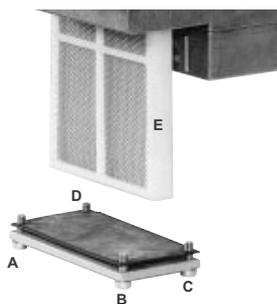

Рис. 30
- 2 Снять винты А ÷ D (Рис.30).
- 3 Заменить патрон фильтра Е (Рис.30).